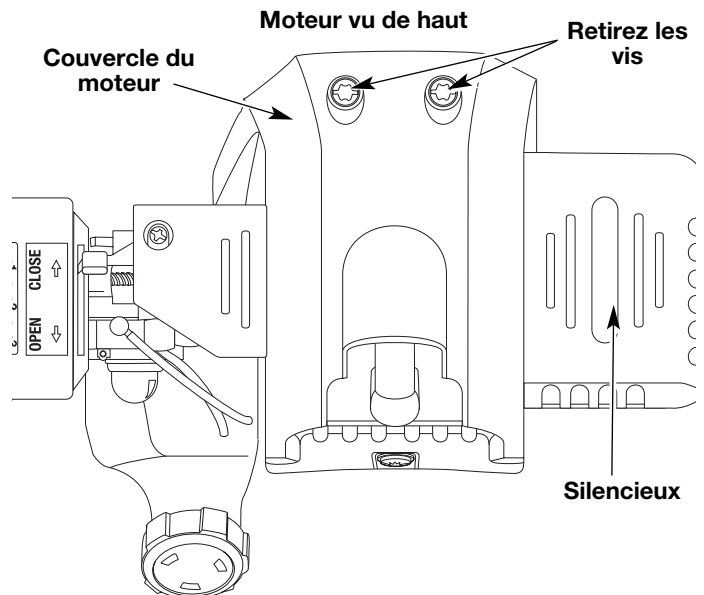

Fig. 23
- Enlevez les deux vis (2) du haut du couvercle du moteur à l'aide d'un tournevis à lame plate ou T-25 Torx (Fig. 23).